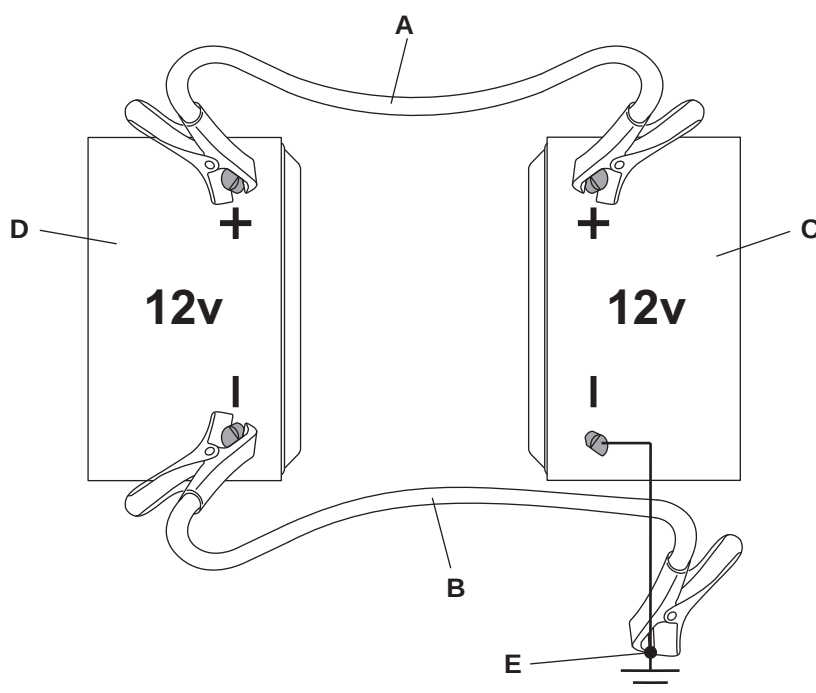

Figura. 23
- Conecte el cable puente rojo (figura 23, punto A) al terminal positivo (+) de la batería descargada (punto C) y luego al terminal positivo (+) de la batería secundaria (punto D).